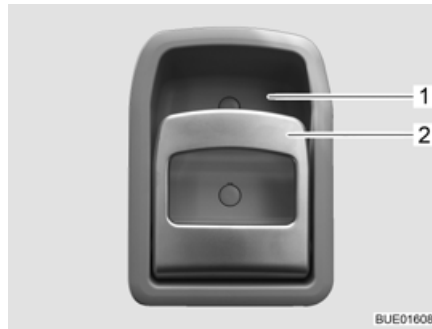

Bild 63 Dörrlås ingångsdörr, insida
- Öppna:** ■ Drag i handtaget (Bild 63,2). Dörrlåset låses upp respektive öppnas.
- Låsa:** ■ Tryck handtagets (Bild 63,2) övre del i riktning mot greppkåpan (Bild 63,1). Dörrlåset låses.